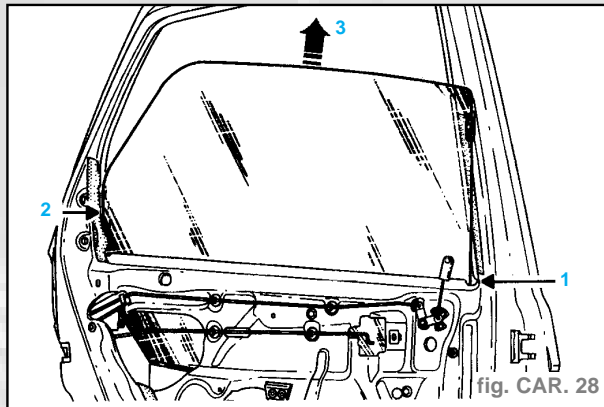

fig. CAR. 28
- Faire passer l'avant et l'arrière de la vitre dans les deux encoches (1) et (2) (fig. CAR. 28).
- Sortir la vitre du caisson suivant le mouvement (3).